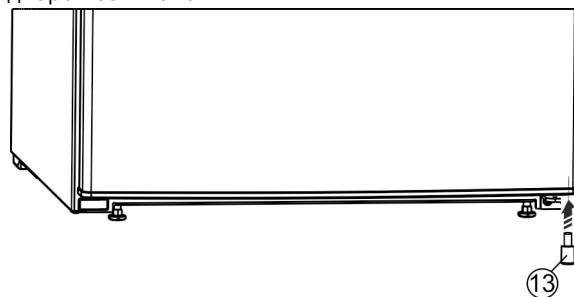

Fig. 26 *
- ▶ Знову вставте розпірку Fig. 26 (13) у дверцята внизу справа, оскільки вона потрібна для забезпечення стійкості пристрою.*